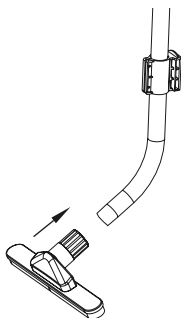

Fig. 10 – Montaje del bocal
- Conecte el tubo extensor en el bocal deseado, Fig. 10;